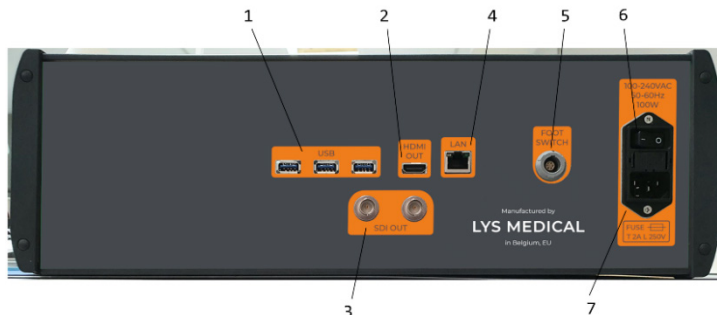

Figura 4 - Panel trasero del controlador
1. Instale el controlador en la sala de endoscopia a una distancia máxima de 1 m del paciente y cerca de la columna de endoscopia (véase Figura 6), asegurándose de que el interruptor ON/OFF y el cable de alimentación (véase punto 6 y 7 de Figura 4) estén siempre accesibles para desconectar el controlador.
3. Conecte los diferentes cables al controlador (véase Figura 4 para identificar la ubicación de los diferentes puertos):